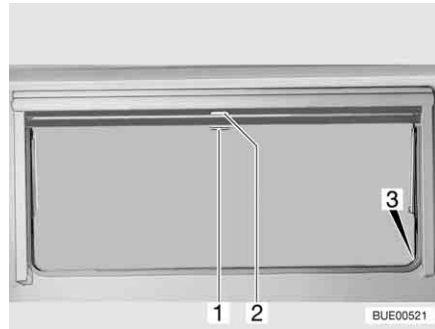

Fig. 83 Fenêtre projetante
- Tirer le store occultant vers le bas en le maintenant par la poignée (Fig. 83,2). Lorsque le store occultant est complètement fermé, l'accrocher des deux côtés du cadre de la fenêtre dans le dispositif de blocage (Fig. 83,3).
- Lorsque le store occultant est complètement fermé : Appuyer sur la poignée (Fig. 83,2) vers le bas tout en la tirant légèrement vers l'intérieur. Décrocher à droite et à gauche le store occultant du dispositif de blocage du cadre de la fenêtre.
- Si le store occultant se trouve dans une position intermédiaire : Tirer la poignée (Fig. 83,2) vers le bas jusqu'à ce que le dispositif de blocage se débloque.
- Tirer la moustiquaire par la poignée (Fig. 83,1) vers le bas et l'accrocher des deux côtés sur le cadre de la fenêtre dans le dispositif de blocage (Fig. 83,3).
- Appuyer sur la poignée (Fig. 83,1) vers le bas tout en la tirant légèrement vers l'intérieur. Décrocher à droite et à gauche la moustiquaire des dispositifs de blocage du cadre de la fenêtre.